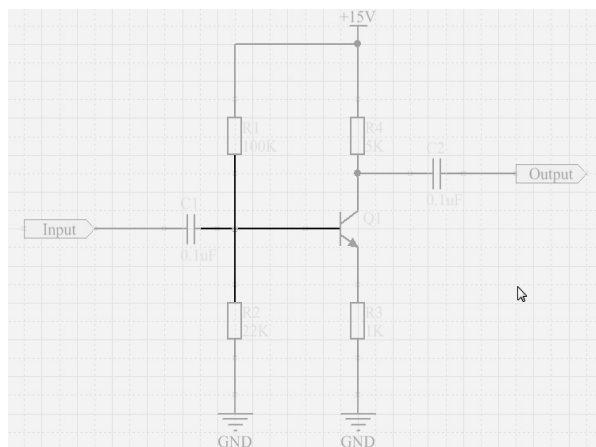

图 4-1-13 所选连接导线呈现高亮状态
③ 右击退出选择状态，此时原理图如图 4-1-13 所示。
在图 4-1-13 中，被选中的导线显示为高亮，原理图其他地方处于掩膜状态。
此时，鼠标指针仍然为十字形，即软件目前仍然处于选择连接导线状态，用户此时可以选择其他连接导线。也可右击取消选择状态。取消选择连接导线状态后，在原理图空白处单击，则可清晰地看出所选导线呈现高亮状态，如图 4-1-13 所示。